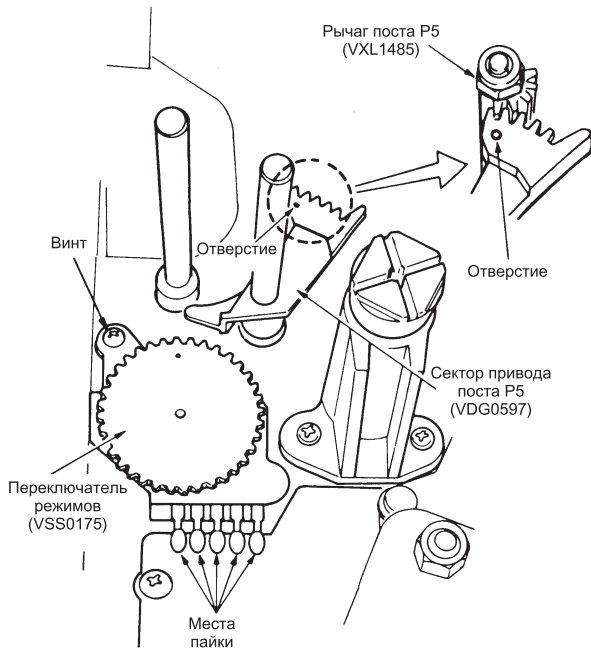

Рис. 12. Установка зубчатого сектора привода поста P5
8. Устанавливают программный переключатель и крепят его винтом. Затем устанавливают зубчатый сектор привода поста Р5 так, чтобы отверстие в нем находилось напротив первого зуба рычага поста Р5, как показано на рис. 12.